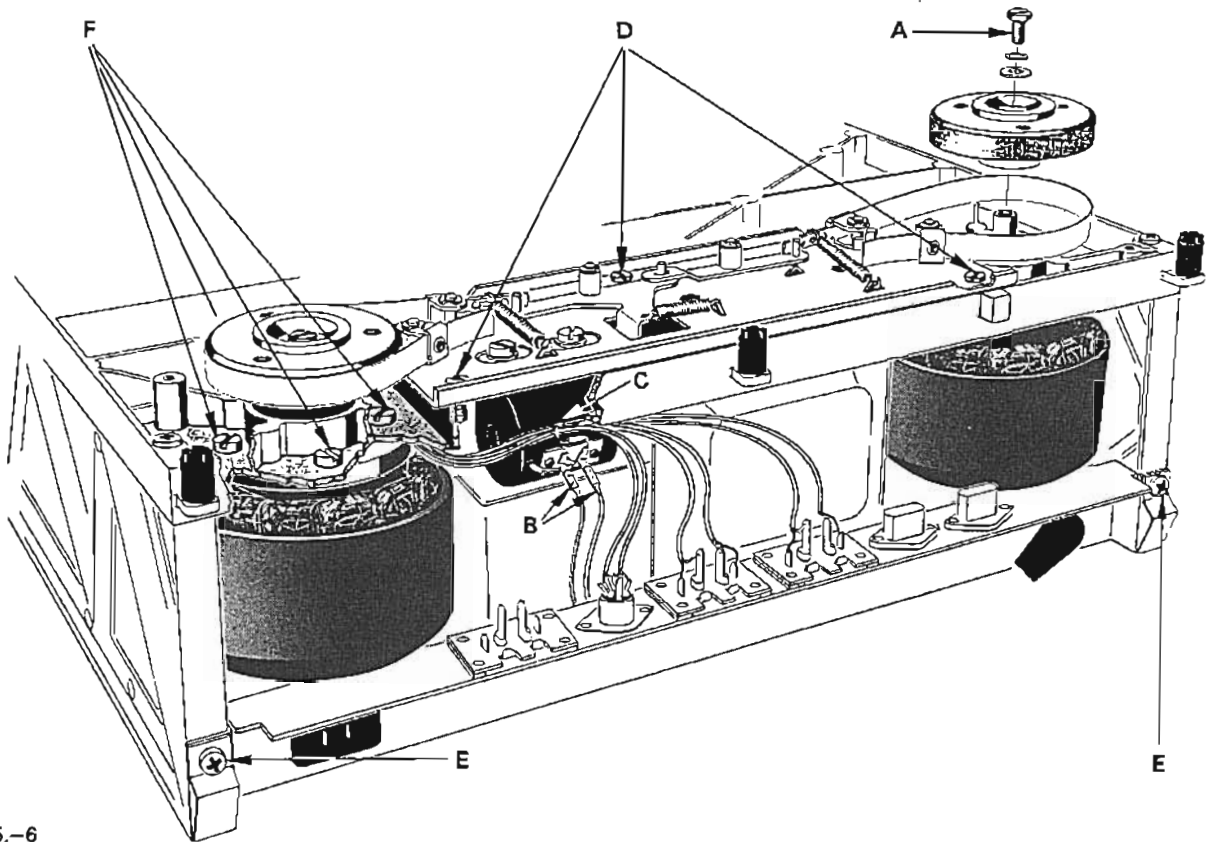

Bild 3.5.-6
- Bremsstrommeln, zentrale Schrauben A ( Bild 3.5.-6 ) lösen, Bremsen lüften und Trommeln vorsichtig nach oben abheben.
- Anschlüsse B ( Bild 3.5.-6 ) des Bremsmagneten ablöten ( lösen ). Kabelbund ( abgeschirmte Kabel ) Befestigung C ( Bild 3.5.-6 ) auftrennen.
- 3 Schrauben D ( Bild 3.5.-6 ) des Bremsaggregates lösen und das Chassis vorsichtig abheben.
- Schrauben E ( Bild 3.5.-6 ) des Anschlussträgers lösen.
- je 4 Schrauben F ( Bild 3.5.-6 ) der Wickelmotoren lösen und die Motoren vorsichtig nach unten ausfahren.
- Bremsmagnet, Kabelanschlüsse lösen ( ablöten ) ( s. Bild 3.5.-6, B )